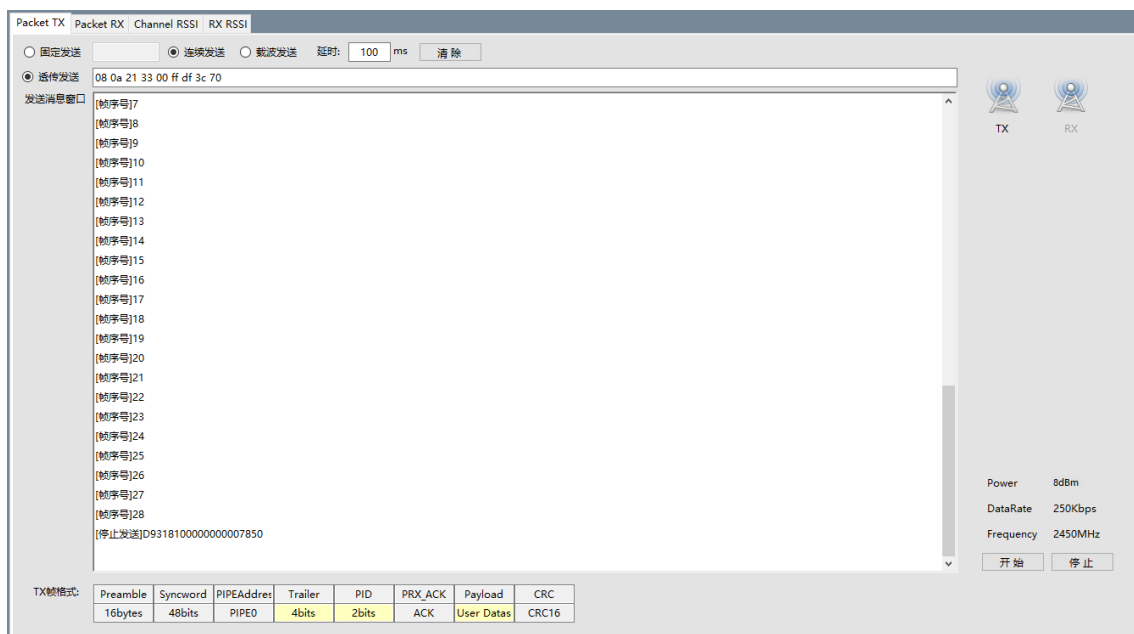

图 3-27 HW2000B Packet TX 发送页面
- ◇ 透传发送模式：可自定义发送数据，填写到发送文本框中。数据格式为十六进制，第一个字节代表包长度。在图 3-27 的透传发送框中，首字节的“08”表示数据长度是 8 个字节。